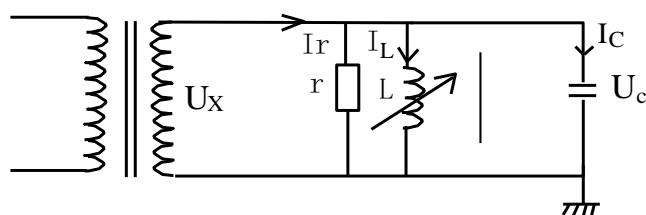
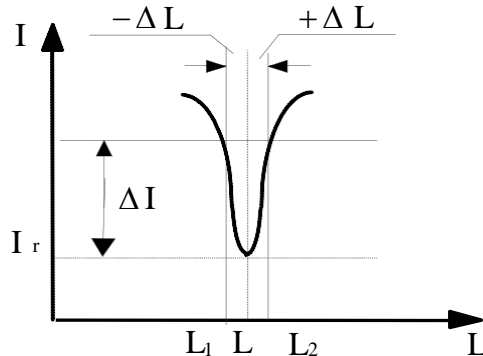

图 4 并联谐振回路原理图
图 6 并联谐振特性曲线
并联谐振电路原理见图 4，向量图见图 5。
并联谐振是电流补偿方式，谐振特性曲线见图 6，图 4 中的电流：
当图 4 中的 L 调节至谐振点电感量 L_0 时， $X_L = X_C$ ， $I_L = I_C$ 此时即实现了完全并联谐振，见图 6， L_0 与 (2) 式相同。